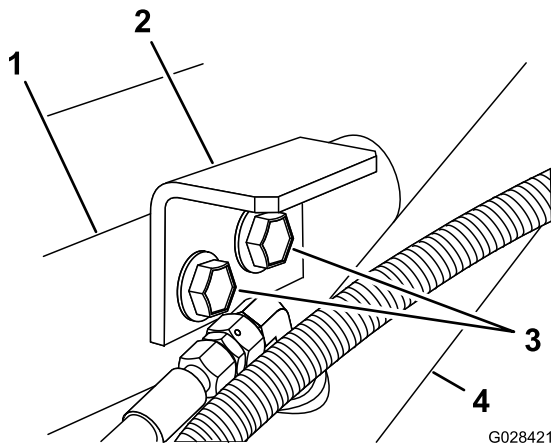

Figura 7
3. Asamblei suporturile de fixare pentru a susine consola i cadrul, folosind cele 2 uruburi cu guler i contrapiuliile cu guler demontate la pasul 1 (Figura 7).